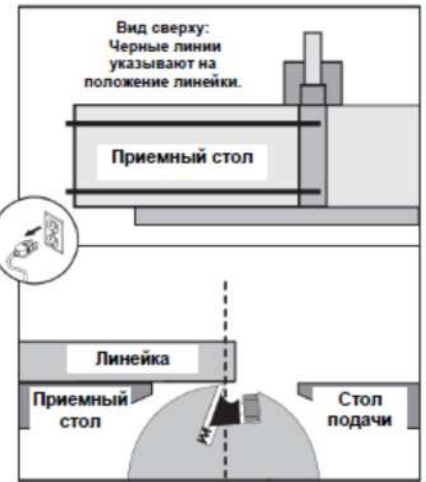

Рис. 35 Проверка высоты ножа линейкой
3. Положив линейку на приемный стол, проверьте высоту каждого ножа в положениях, показанных на Рис. 35.
Метод линейки: Высококачественная линейка удерживается ровно на приемном столе, а высота ножей устанавливается по нижней части линейки, как показано на Рис. 35.